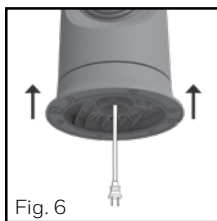

Fig. 6
- Abaissez le boîtier du ventilateur dans la base (Fig. 6).